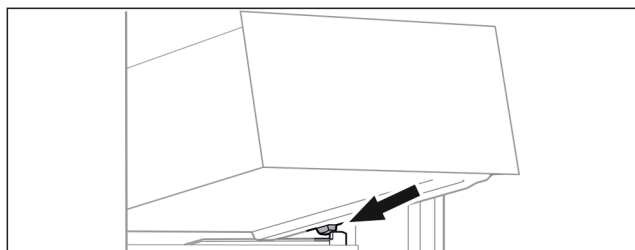

Fig. 89
- Nasadíte zásuvku šikmo za zářky na žebrování na nádoby. (viz Fig. 89)